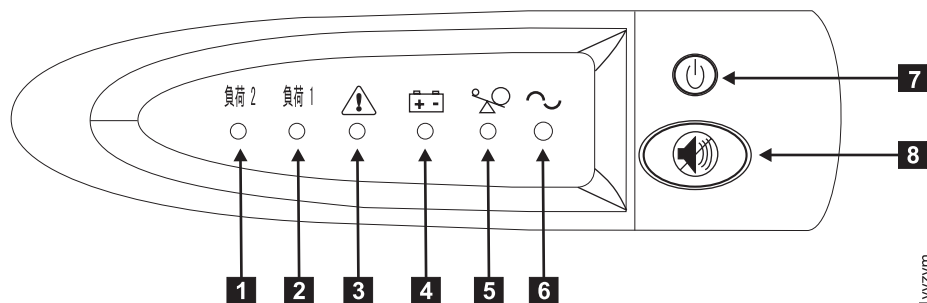

図 17. 2145 UPS-1U のフロント・パネル・アセンブリー
8. オン/オフ・ボタン (図 17の **7**) を約 5 秒間押したままにします。オン/オフ・ボタンを押すのに、先が尖った道具 (ねじ回しなど) を使用する必要があります。2145 UPS-1Uが自己診断テストを行う間、フロント・パネル・インディケータは始動シーケンスを循環します。